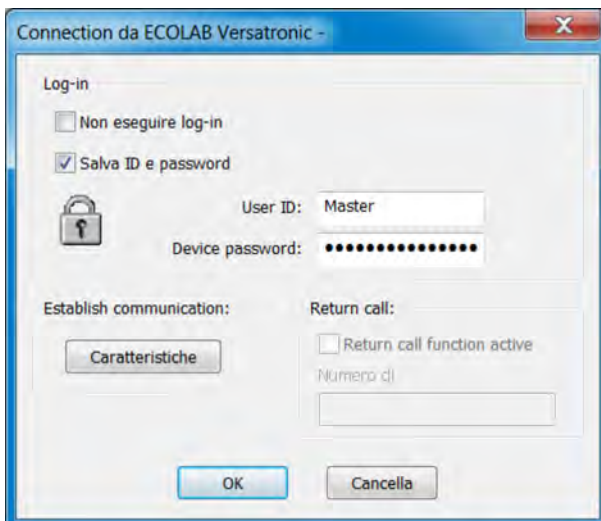

Fig. 115: Impostazioni per il login
- 2.** ➤ Configurare le impostazioni di accesso e fare clic su "Caratteristiche" (vedi Fig. 115 .)